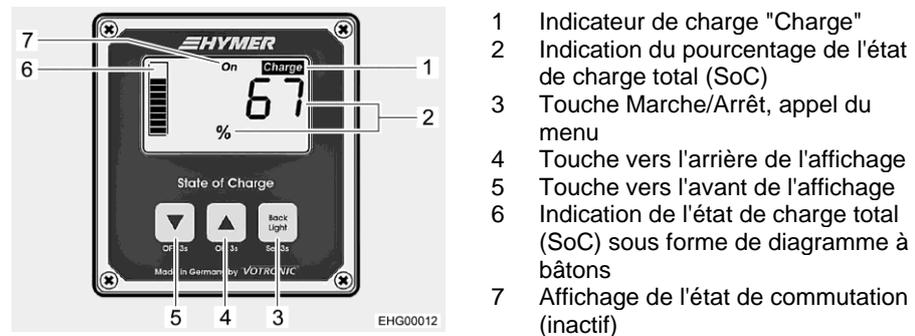

Fig. 140 Panneau d'affichage (indication de l'état de charge total)
Éclairage de l'écran L'éclairage de l'écran s'allume automatiquement lorsque l'on appuie sur une touche du panneau de contrôle. L'éclairage s'éteint automatiquement quand aucune touche n'a été pressée pendant 3 minutes. La touche (Fig. 140,3) permet d'éteindre manuellement l'éclairage de l'écran.
Indiquer l'état de charge total (SoC) À l'écran est indiqué l'état de charge total des batteries au plomb et au lithium désigné par "State of Charge" (SoC). La valeur SoC est indiquée en % (Fig. 140,2), elle est représentée de plus sous forme de diagramme à bâtons (Fig. 140,6).
- Quand la tension est indiquée à l'écran : appuyer brièvement sur la touche (Fig. 140,4) ou la touche (Fig. 140,5) pour commuter sur l'indication de la valeur SoC (Fig. 140,2).
Quand la valeur SoC chute au-dessous de 20 %, l'indicateur "Charge" (Fig. 140,1) clignote. Dans ce cas, recharger les batteries.
- Quand la valeur SoC est indiquée à l'écran : appuyer brièvement sur la touche (Fig. 140,4) ou la touche (Fig. 140,5) pour commuter sur l'indication de la tension de batterie (Fig. 141,1).